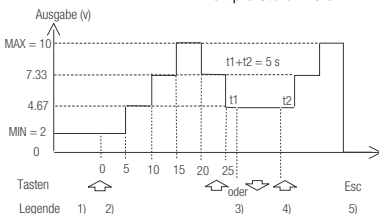

Bild 10 Beispiel eines treppenförmigen Durchlaufes
Nach Wahl des Menüs „INT AUT“ kann eine Intervallzeit pro Stufe im Bereich von 1 Sekunde bis 60 Minuten eingegeben werden und der treppenförmige Durchlauf der Stufen mit den Tasten \uparrow (3) und \downarrow (4) gemäß Bild 10 und gestoppt werden.